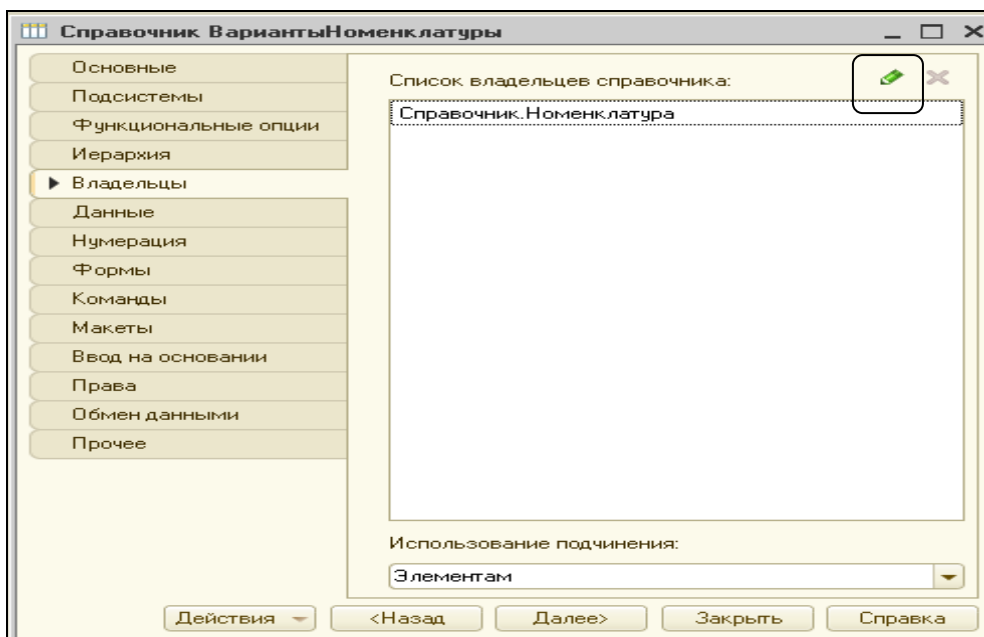

Рисунок 6.1 Справочник ВариантыНоменклатуры
2. Перейти на закладку **Владельцы**, для того, чтобы указать, что он будет подчинен справочнику Номенклатура. Нажать на кнопку **Изменить** (рис. 6.1). Из списка элементов выбрать справочник **Номенклатура**. Этим мы определяем владельца создаваемого справочника. Нажать на кнопку **Заккрыть**.